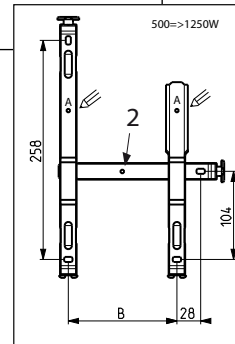

Figure 3b
- 2- Utiliser le dosseret comme gabarit de marquage en le déposant au sol contre le mur. Pointer les trous du dosseret (Rep. A Figure 3b&c) pour marquer les fixations inférieures.